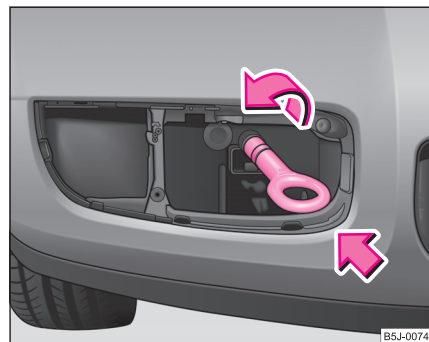

Fig. 176 Bara de protecție față: Montarea inelului de remorcare
- Înșurubați inelul de remorcare cu mâna spre stânga ⇒ fig. 176.